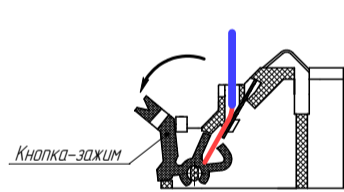

Рисунок 1
- Кнопки-зажиги контактов 3 и 4 (маркировка контактов выполнена на контактной группе) предназначены для подключения «-» ШС. В состоянии поставки кнопки-зажиги находятся в отжатом положении, освобождая каналы для ввода проводов (см. рисунок 1). Подключение проводов ШС проводить в следующей последовательности: